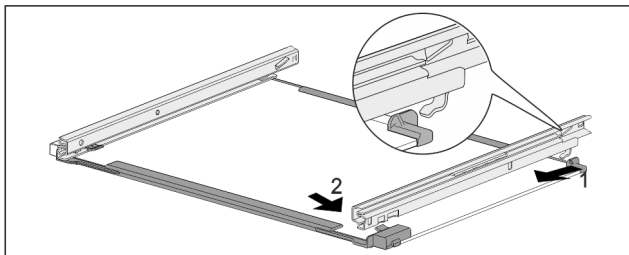

Fig. 82 Стеклопластина с направляющими
- ▶ Зацепите направляющую сзади. Fig. 82 (1)
- ▶ Защелкните направляющую спереди. Fig. 82 (2)